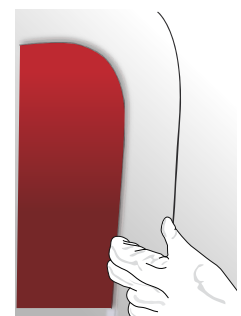

Abbildung 15
- › Das überschüssige Material der oben liegenden Folie wie auch das TIRODECO-Abdeckband bzw. der WRAPKNIFE-Schneidedraht sind zu entfernen. Die Folie ist mit dem Finger oder mit der mit Wollfilz überzogenen Kunststoffraket fest auf dem Rand anzubringen. (Abb. 15)